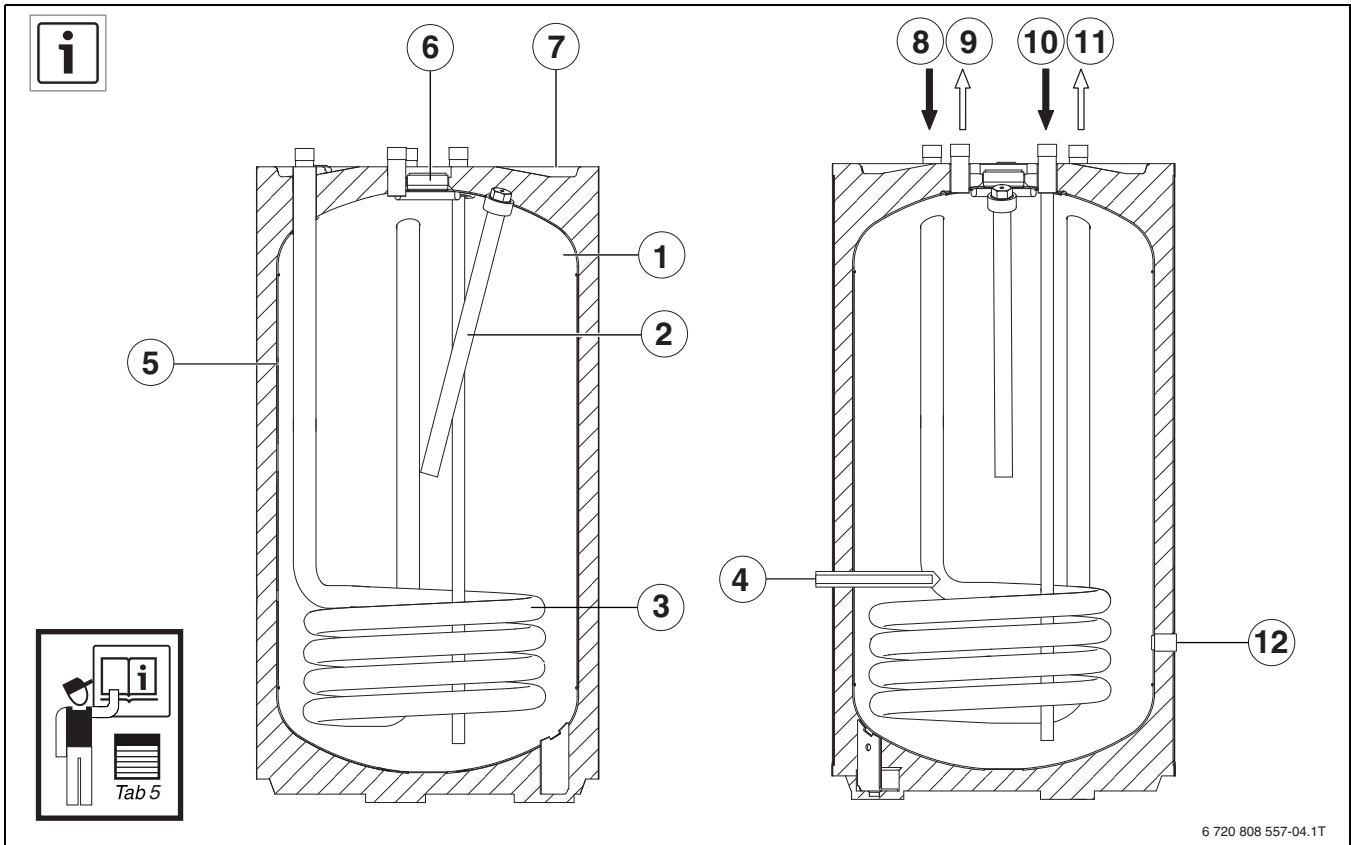

Fig. 3
- ▶ Чтобы не возникла коррозия, высушите бак внутри и оставьте открытым смотровой люк (→ рис. 3 [6], стр. 52).
- ▶ Откройте сливной кран (дополнительная комплектация) (→ рис. 3 [12], стр. 52).